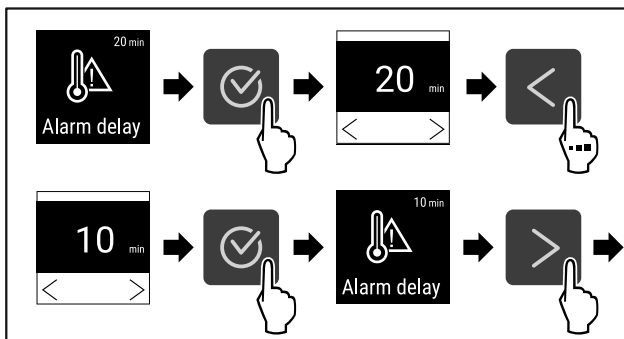

Fig. 100
- ▶ Hajtsa végre a művelet lépéseit (lásd Fig. 100) .